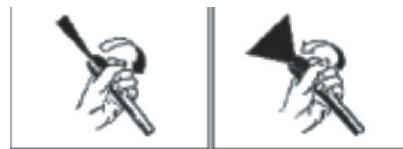

Рис. 3
- Струя подачи воды может регулироваться в двух положениях (линия, конус), для этого необходимо повернуть регулятор как показано на Рис. 3